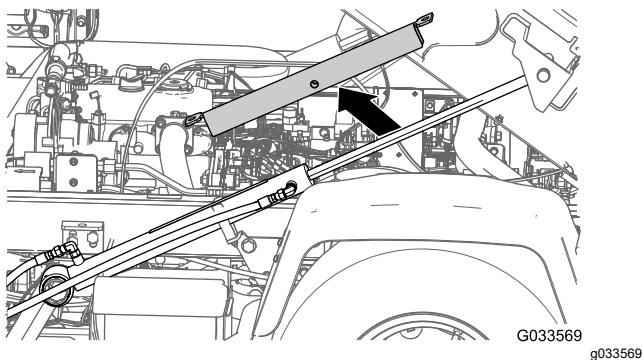
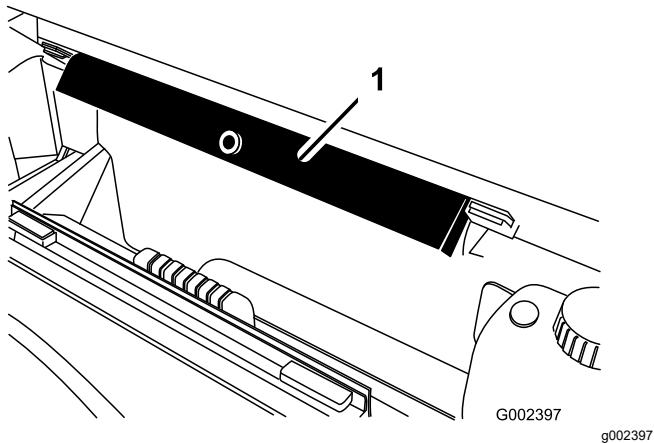

Bild 32
Bild 33
2. Entfernen Sie die Ladepritschenstütze von dem Hubzylinder und lagern Sie die Stütze in den Lagerungshalterungen an der Rückseite der Überrollschutzplatte (Bild 32 und Bild 33).